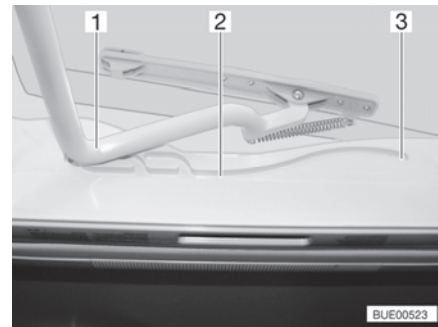

Bild 31 Führung (Heki-Dachhaube)
- Den Bügel (Bild 31,1) in den Führungen (Bild 31,2) bis in die hinterste Position (Bild 31,3) ziehen.
- Den Bügel (Bild 31,1) mit beiden Händen leicht nach oben drücken.
- Den Bügel in den Führungen (Bild 31,2) bis zur gewünschten Stellung ziehen.